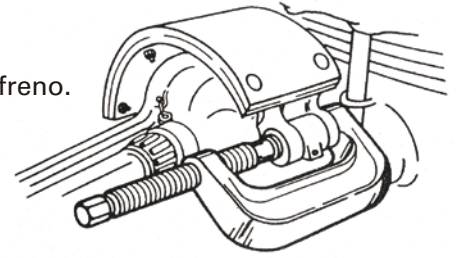

Figura 1.
2. Coloque la prensa en forma de "C" sobre la araña de freno como se muestra en la Figura 1.